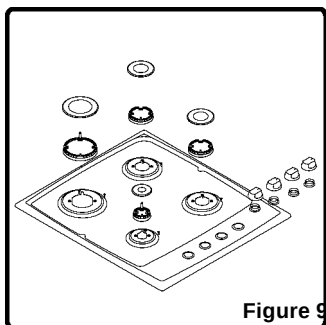

Figure 9
- Retirez le bouchon du brûleur et l'adaptateur (Figure 9).